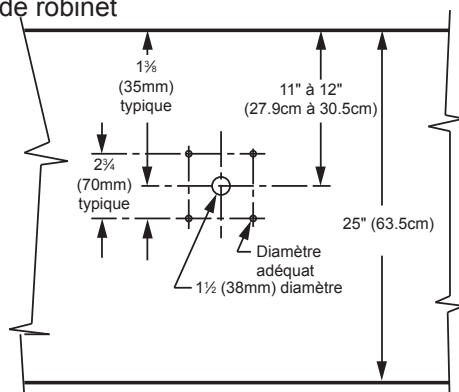

Figure 9
3. Si vous installez votre réfrigérateur à fûts sous un comptoir, vous devrez percer 5 trous dans le dessus de comptoir pour y monter la tour. Le premier de ces trous fait 1¹/₂" de diamètre au centre de l'emplacement de la tour, pour la conduite de bière, à situer à environ 28-30 cm du mur du fond (sur la base d'une largeur de comptoir standard de 25"). Ensuite vous percez 4 trous de montage selon les dimensions de la Figure 9. Leur diamètre dépend du matériau du haut de comptoir et de l'éventuelle nécessité de chevilles. Les vis fournies sont dans le paquet de la littérature.